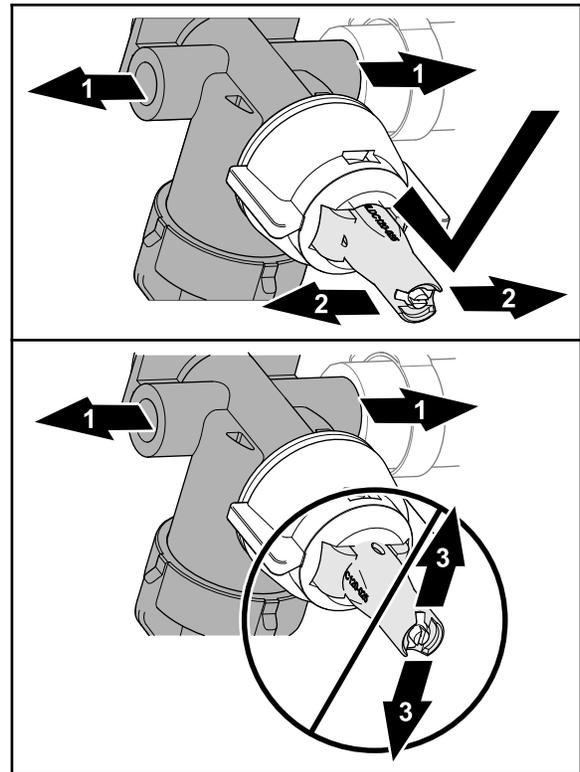

Figura 56
**Nota:** Utilice la ranura para girar el atomizador (Figura 56) de la boquilla hacia adelante (en línea con la carcasa del regulador de caudal del cuerpo de la boquilla).